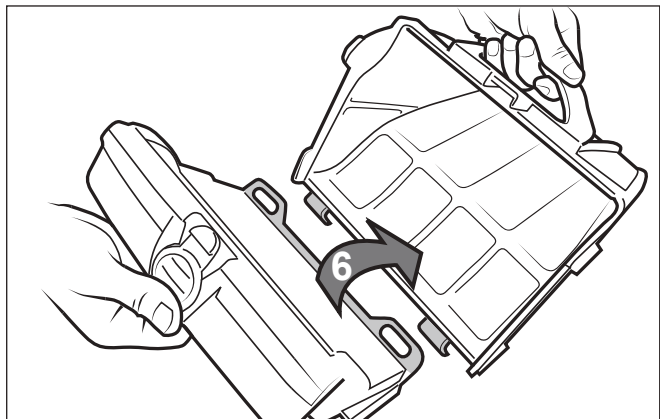

Figura 16. Retire el cartucho del filtro
6. Separe el cartucho del filtro del soporte del filtro (6), como se muestra en la Figura 16.